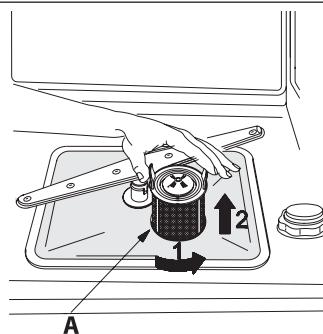
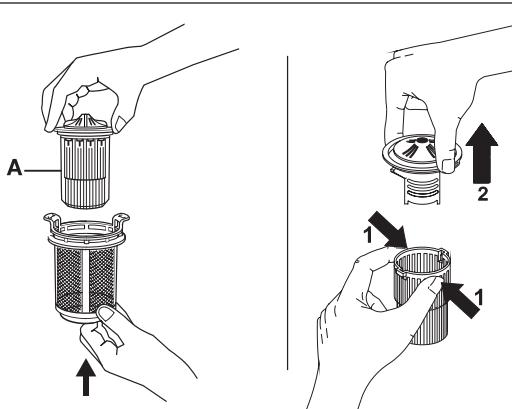

Fig. 6-04
Fig. 6-05
- Il est conseillé de contrôler périodiquement le groupe filtrant (réf. A fig. 6-04) et, si nécessaire, de le nettoyer sous l'eau courante (à température ambiante) en utilisant une brosse dure. Pour l'enlever, il faut saisir les languettes, tourner dans le sens inverse des aiguilles d'une montre et tirer vers le haut;
- pousser depuis le dessous le filtre central (réf. A fig. 6-05) pour l'extraire du microfiltre;
- éparer les deux pièces qui constituent le filtre central en appuyant sur le corps du filtre dans la zone indiquée par les flèches estampillées (réf. B fig. 6-05);
- Une fois le nettoyage exécuté, remonter le groupe filtrant après avoir assemblé les deux pièces du filtre central en exerçant une légère pression de façon à ce qu'elles s'encastrent ; introduire le filtre central à l'intérieur du microfiltre (voir fig. 6-05). Repositionner le groupe filtrant (réf. A fig. 6-04) dans son siège en le tournant dans le sens des aiguilles d'une montre pour le bloquer.